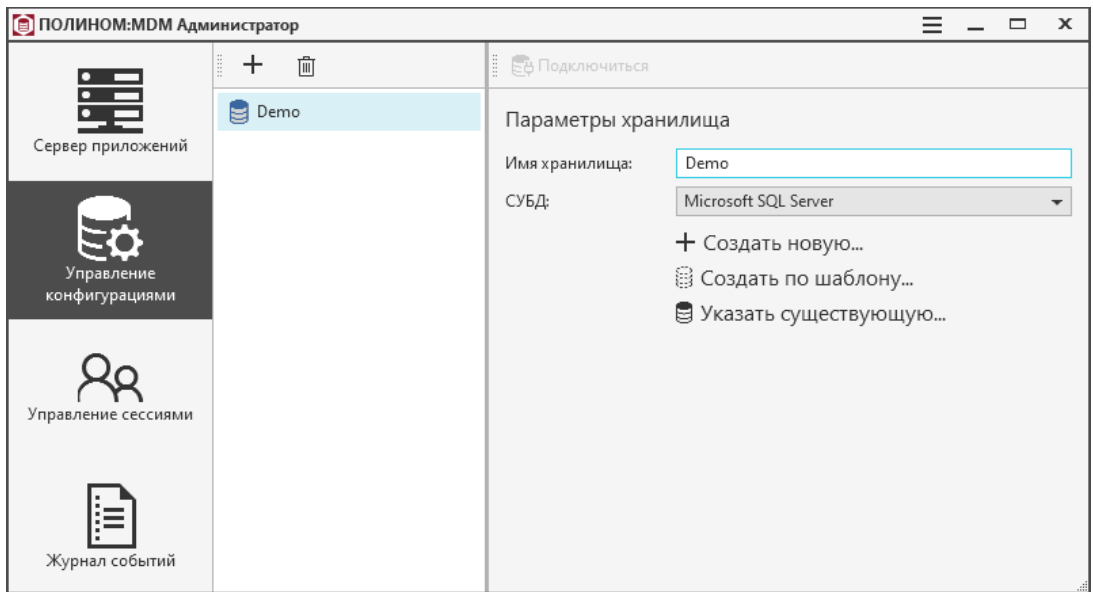

Рис. 3.19
1. Запустите приложение ПОЛИНОМ:MDM Администратор (рис. 3.19).
1. Выберите СУБД для созданного на предыдущем шаге хранилища (рис. 3.19).